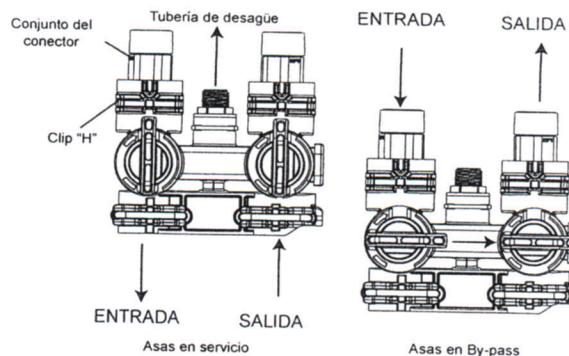

Figura 9 Serie 360 operación de by-pass
**IMPORTANTE:** La válvula de by-pass se envía en posición de desvío (Figura 9 Serie 360 operación de By-pass). Cuando la válvula esté en desvío, el agua no entrará al depósito de descalcificación. El agua de la instalación no se tratará. Figura 9 Serie 360 operación de by-pass, muestra las manillas en posición de servicio.
Una vez seleccionado el emplazamiento, compruebe la dirección del caudal de agua en la tubería principal. La figura 9 Serie 360 operación de by-pass se puede emplear para planificar el montaje de las nuevas tuberías.